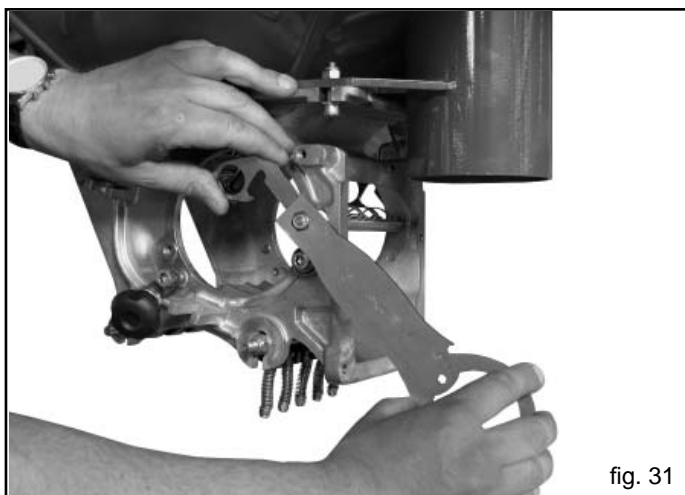

fig. 31
- 3) Allentare i dadi M8 (Fig. 31) con la chiave multiuso in dotazione.